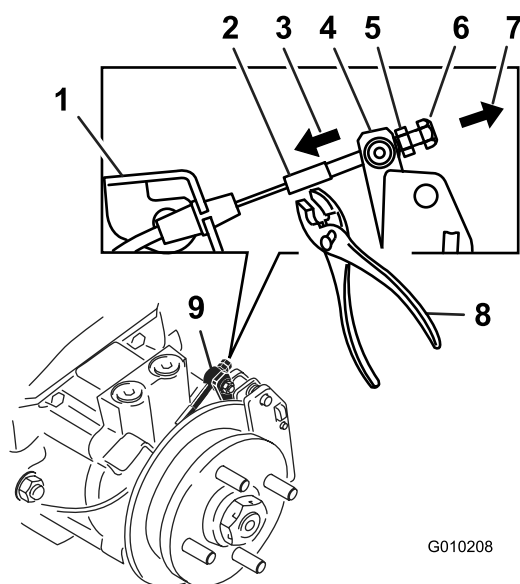

Figure 71
9. En vous servant uniquement de vos doigts et de vos mains, poussez le bras du levier d'étrier pour engager les plaquettes de frein sur le disque jusqu'à l'arrêt du levier (Figure 71).
10. Maintenez le levier en position d'arrêt d'une main et, à l'aide de l'autre main, tendez l'extrémité du câble fileté à travers le pivot. Vissez l'écrou standard contre le pivot (Figure 71).